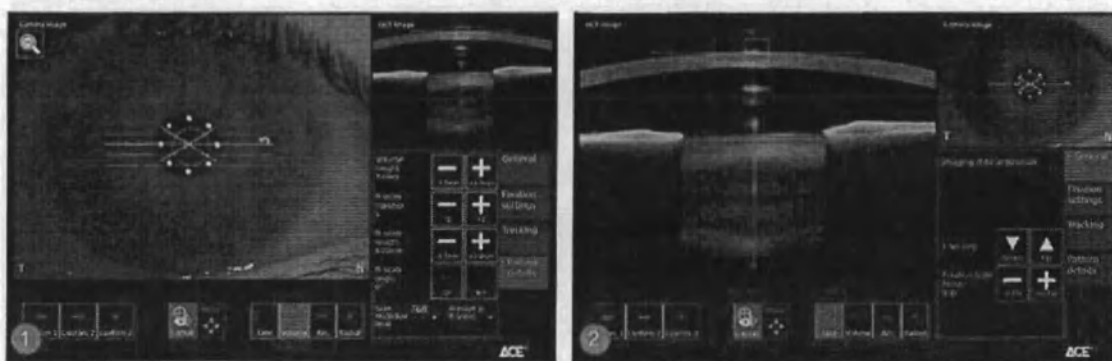

Рис. 80. Вариант отображения
По умолчанию изображение камеры отображается увеличенным в окне сбора данных (рис. 80/1).
1. Для переключения между увеличенным изображением с камеры и увеличенным ОКТ-изображением (рис. 80/2), коснитесь ОКТ-изображения.